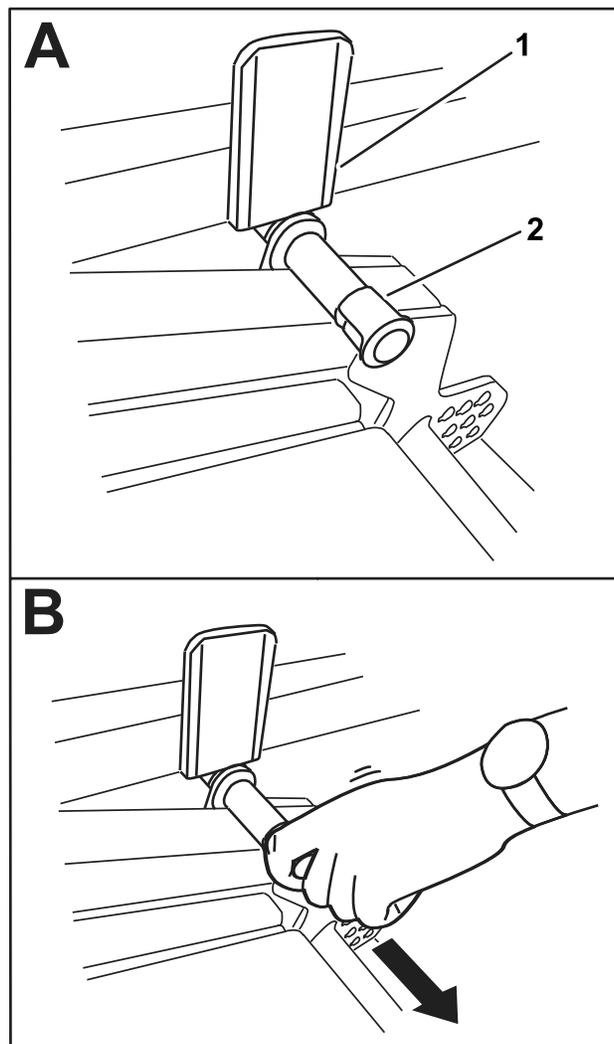

図 42
2. ピンが昇降アームプレートに当たるまでカッティングユニットをゆっくりと降ろす図 42。
3. 足でカッティングユニットを下げ、ピン図 42を引き抜くと、カッティングユニットは移動走行位となる。